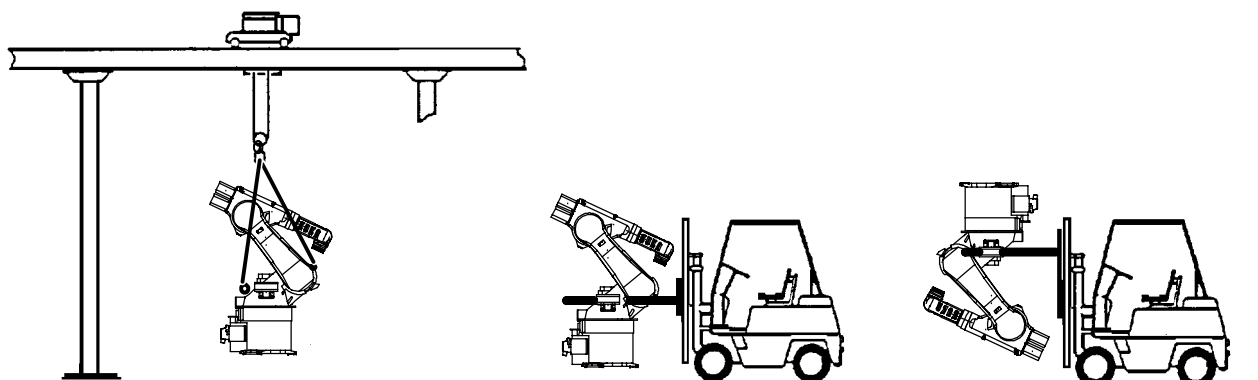

Fig. 34 Transport des robots montés au sol et au plafond
- Avec un harnais de transport et une grue (Fig. 34, à gauche)
- Avec un chariot élévateur à fourches (Fig. 34, à droite)